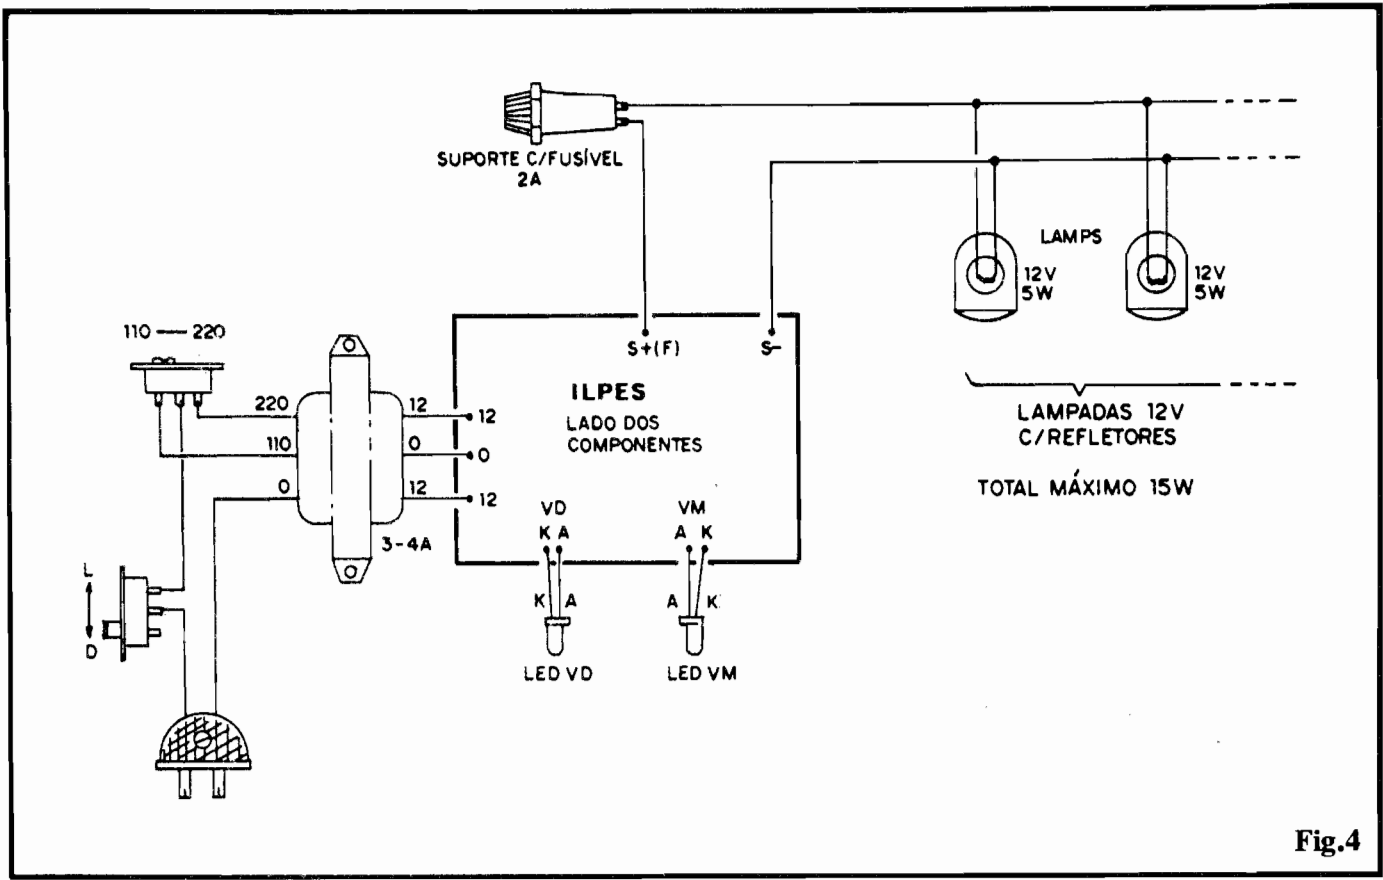

Fig.4
- FIG. 4 - CONEXÕES EXTERNAS À PLACA - Os dois primeiros passos da realização (confeção da placa e soldagem dos componentes que ficam diretamente sobre ela...) já foram detalhados... Agora, podemos passar à terceira etapa da montagem (também importante, e exigindo um pouco de